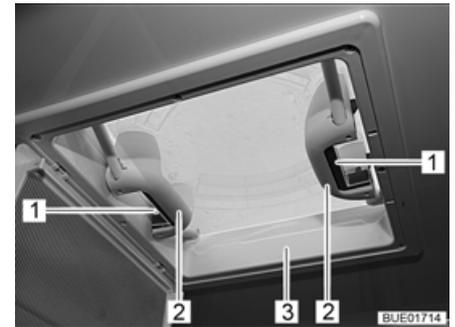

Fig. 112 Tiradores con cierres de resorte
- Presionar el cierre de resorte (Fig. 112,1) hacia el lado interior de la claraboya (Fig. 112,3). Presionar simultáneamente hacia arriba la claraboya con el tirador (Fig. 112,2).
- Tirar la claraboya (Fig. 112,3) enérgicamente hacia abajo por los dos tiradores (Fig. 112,2), hasta que los dos cierres de resorte (Fig. 112,1) hayan engatillado.